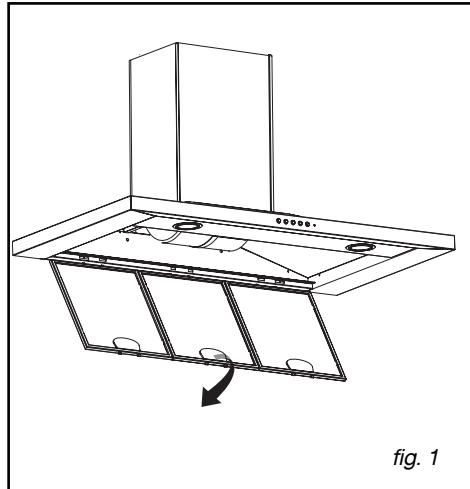

fig. 1
• Demontage van de filtercassette (fig. 1)